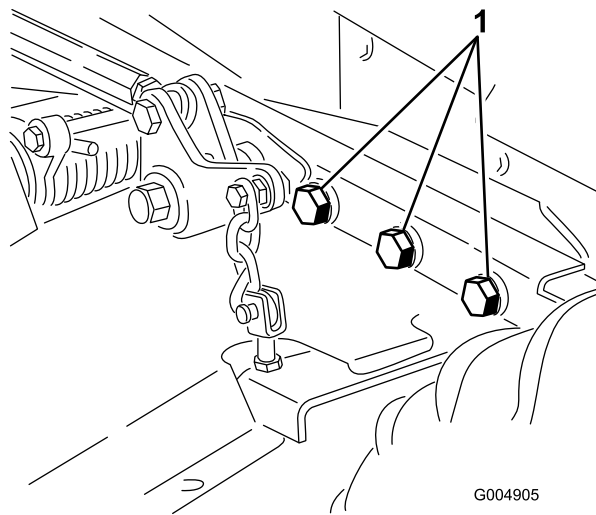

Figura 93
5. Compruebe que todos los herrajes están bien apretados; apriételos si es necesario. Apriete los 6 pernos que sujetan el bastidor de la plataforma de corte a la unidad de tracción (Figura 93) a 359 N·m (265 pies-libra).